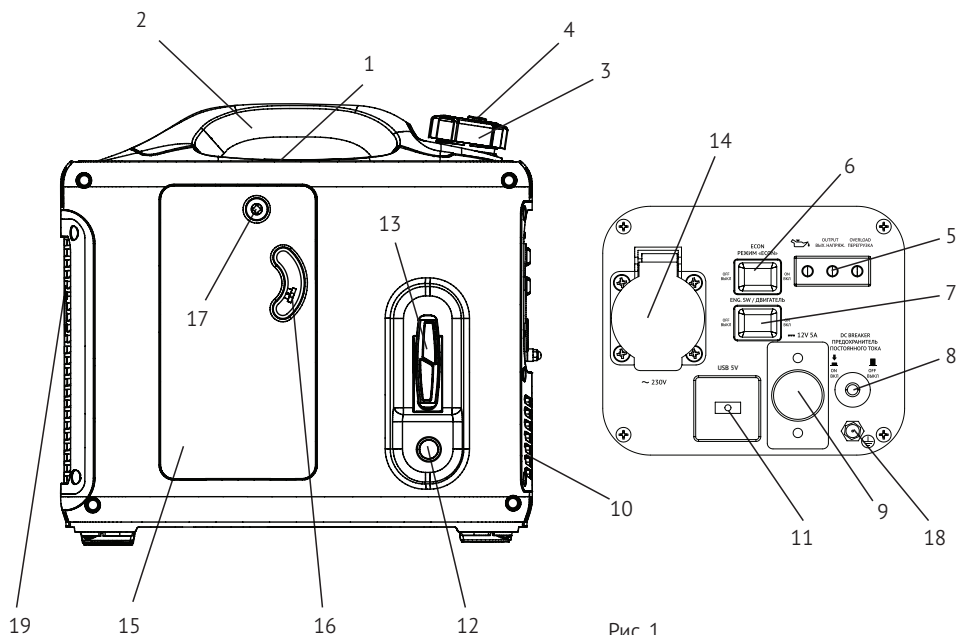

Рис. 1
- Открутите винт (17) и снимите крышку карбюраторной камеры 15 (рис. 1).
- Установите выключатель 7 в положение «ВЫКЛ» (рис. 1).
- Установите крышку карбюраторной камеры и закрутите винт 17 (рис. 1).
Зніміть кришку 3 (рис. 1) і заповніть паливний бак бензином (рис. a1). Макс рівень заповнення бака знаходиться на рівні 5 мм від нижнього краю горловини (рис. b2).
- Викриття гвинт 17 (рис. 1), потім зніміть кришку 15 (Мал. 1).